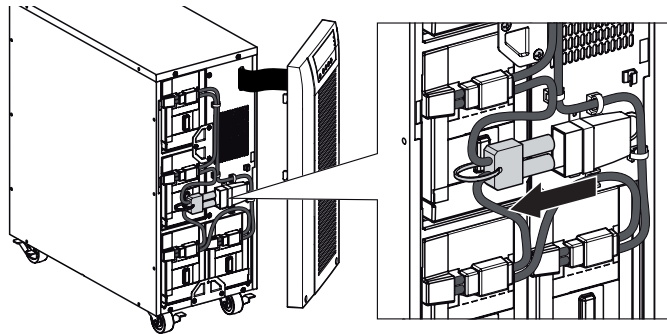

Рисунок 28. Отсоединение внутренних аккумуляторных батарей ИБП.
В том случае, если требуется транспортировка ИБП, убедитесь в том, что ИБП отключен от сети и выключен, а затем отсоедините контакт внутренней батареи ИБП (см. рис. 28 на стр. 28). Батареи ИБП рассчитаны на срок службы 3–5 лет. Срок службы батарей может быть разным, в зависимости от периодичности использования батарей, а также окружающей температуры. Батареи, используемые после истечения срока службы, как правило, сильно теряют емкость. Заменяйте батареи по крайней мере каждые 5 лет для максимальной эффективности работы устройств.
2. Отсоедините разъем внутренней батареи (см. Рис. 28).